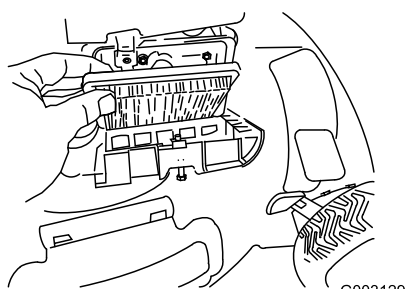

Figure 39
4. Remettez le couvercle en place (Figure 39).